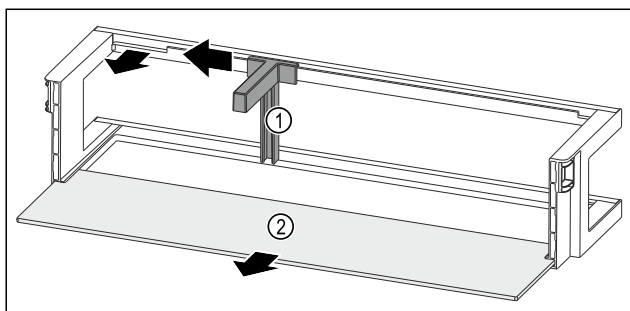

Fig. 97 带瓶托和搁板的门边存放架
- 将瓶托 Fig. 97 (1)推至槽边。
- 取出瓶托 Fig. 97 (1)。
- 取出搁板 Fig. 97 (2)。